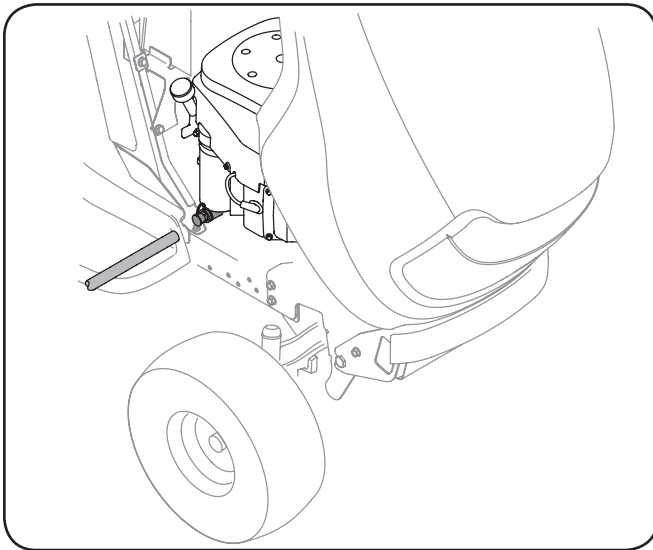

Figure 6-1
3. Retirez le capuchon protecteur de la soupape de vidange. Voir Figure 6-1.